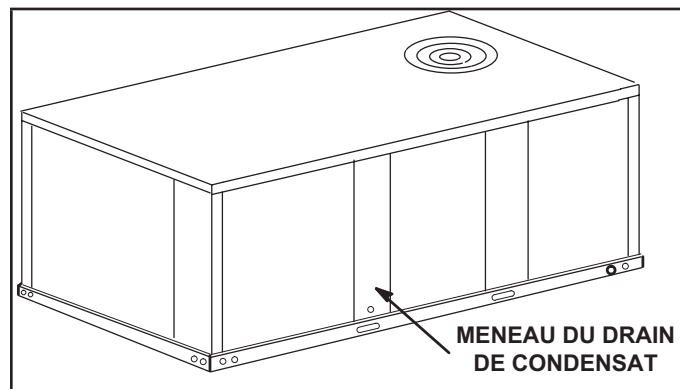

FIGURE 7
- 1 - Retirer le meneau d'évacuation du condensat. Voir FIGURE 7. Retirer les deux panneaux de chaque côté du meneau.
- 1 - Retirer le meneau de drainage du condensat. Voir FIGURE 7.